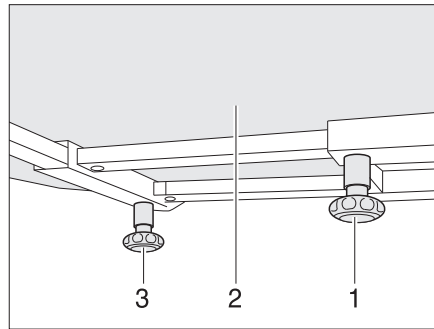

Fig. 93 Table fixe
- Desserrer la vis moletée (Fig. 93,1).
- Pousser le plateau (Fig. 93,2) dans la position désirée.
- Desserrer la vis moletée (Fig. 93,3).